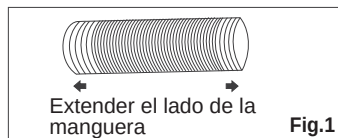

Fig.1
1. Extender cualquier lado de la manguera (Fig.1) y atornillar la manguera al conector A (Fig.2).